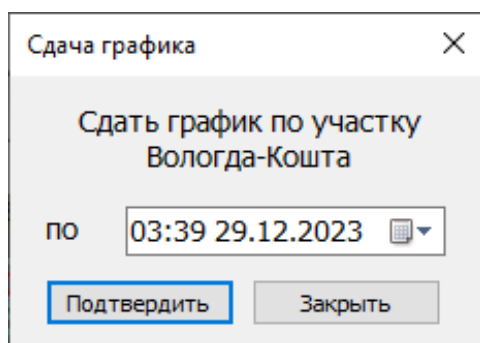

Рис.151.Выбор времени в окне «Сдача графика»
1. Сдача графика осуществляется при помощи пункта основного меню «Диспетчер/Сдать график» в соответствующем окне (см. рис. 151).
2. Временная граница сдаваемого графика определяется при сдаче (см. рис. 151). По умолчанию предлагается текущее время.